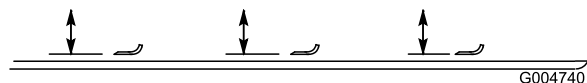

Bild 82
2. Drehen Sie die Messer, bis die Enden nach vorne und hinten zeigen und messen Sie von der Innenseite des Mähwerks bis zur Schnittkante an der Vorderseite des Messers (Bild 82).